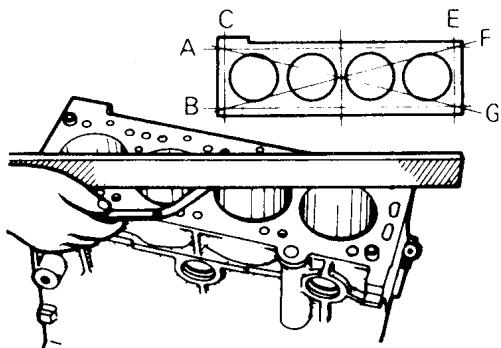

图 2-117 测量气缸体顶面平面度
(1) 目测检查有无刮痕、生锈和腐蚀部位, 也可用裂纹检测试剂来进行这些检查。如问题明显, 或修整或更换。
(2) 如图 2-117 所示, 用直尺和厚薄规检查气缸体顶面的平面度, 气缸体顶面平面度标准值为 0.05mm, 极限值为 0.1mm。顶面应没有气缸盖垫片的残渣和其他杂物。